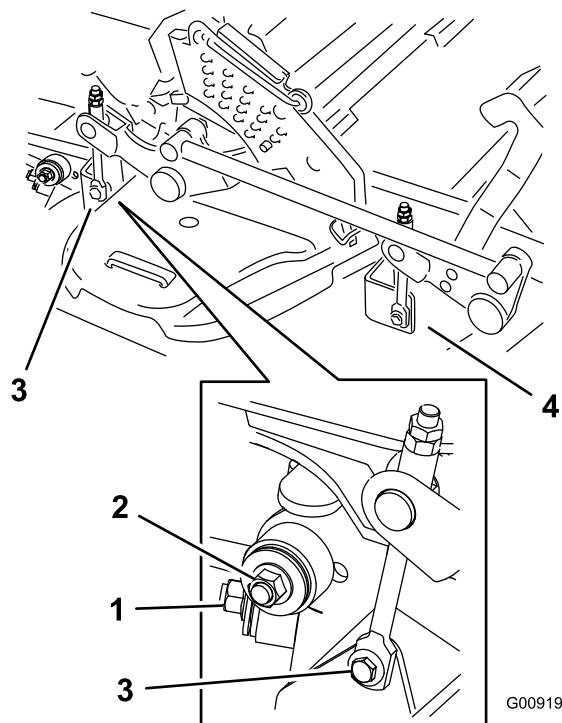

Figura 96
8. Rimuovete e conservate la bulloneria su ambo i lati del piatto di taglio come mostrato in (Figura 96).